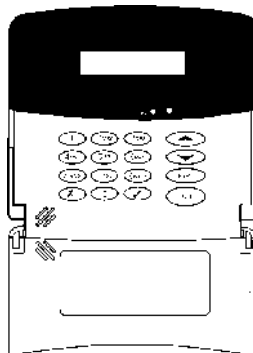

Abbildung B.24: Programmierastatur
6. Alle im Folgenden beschriebenen Tests und Funktionen beziehen sich auf die Benutzung einer LCD- Programmierastatur (siehe Abbildung B.24). Schließen Sie die Programmierastatur an den dafür vorgesehenen Anschluss an.